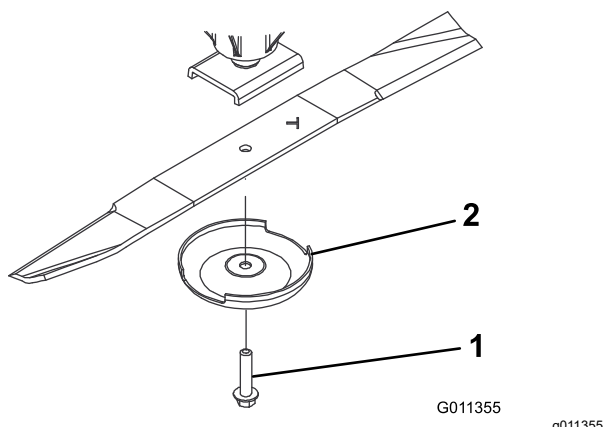

图 70
3. 使用抹布或厚垫手套抓住刀片的端部并从铰轴卸下刀片螺栓、防刮罩和刀片 图 70。
4. 使用防刮罩和刀片螺栓安装刀片刀翼面向剪草刀盘图 70。